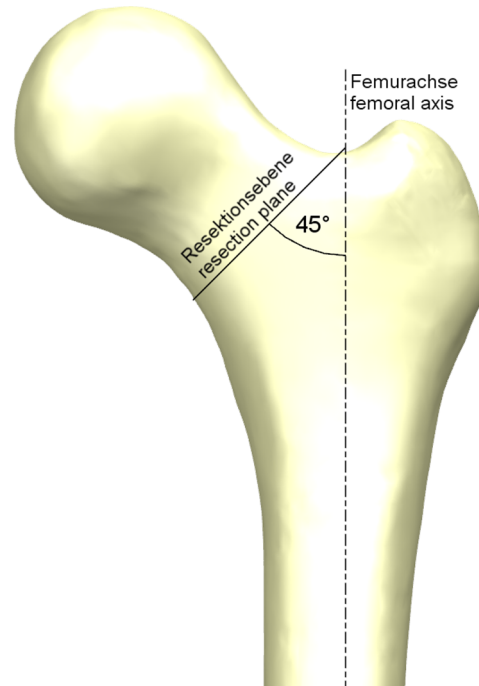

Abbildung 3: Resektion des Femurkopfes
- Nach Eröffnung der Gelenkkapsel und Luxation des Femurkopfes aus der Pfanne ist dieser analog zur präoperativen Planung zu reseziieren (Abbildung 3).